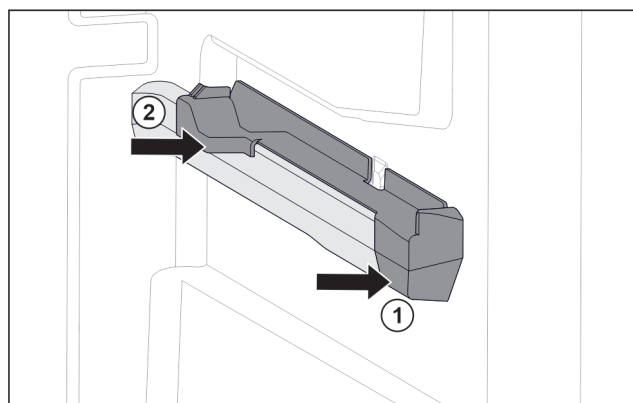

Fig. 139 Élément emboîtable sur la nervure de récipient droite
- Poser le devant de l'élément emboîtable contre la nervure de récipient. Fig. 139 (1)
- Enfoncer l'arrière de l'élément emboîtable. Fig. 139 (2)